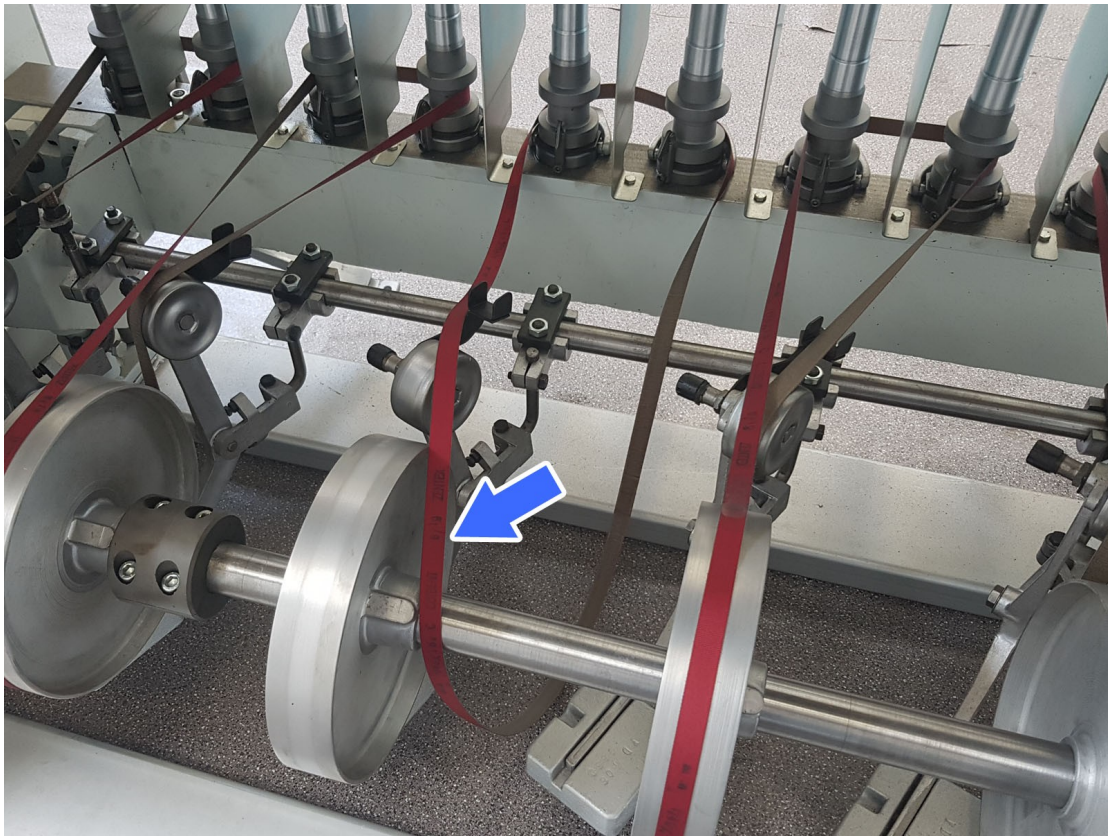

Figura 6.4.4 – Rimozione della cinghia di comando dei fusi
- Rimuovere la cinghia di comando dalla base del fuso (Figura 6.4.4)